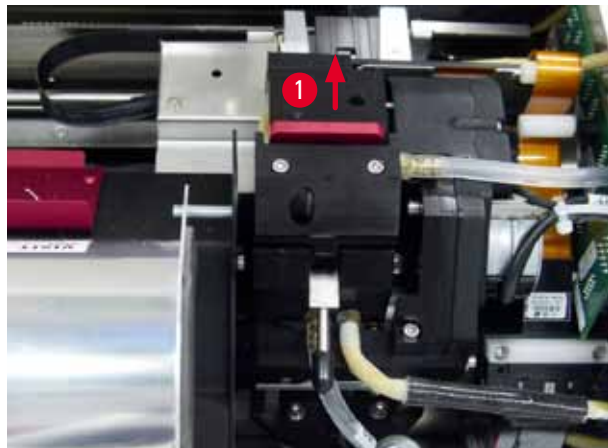

Fig. 49
2. El cabezal de impresión (→ "Fig. 49-1") se desplaza hacia arriba hasta quedar aprox. a 1 cm de la falda obturadora (→ "Fig. 49").